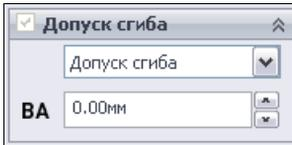

Рис. 4.5
- допуск сгиба — вводится необходимое значение в поле **ВА** (рис. 4.5);